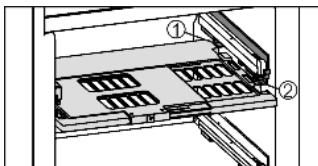

Fig. 34
- ▶ Установка пластины регулировки влажности: попречные ребра крышки на пластине вставить через низ в задний держатель Fig. 34 (1) и защелкнуть спереди на держателе Fig. 34 (2).